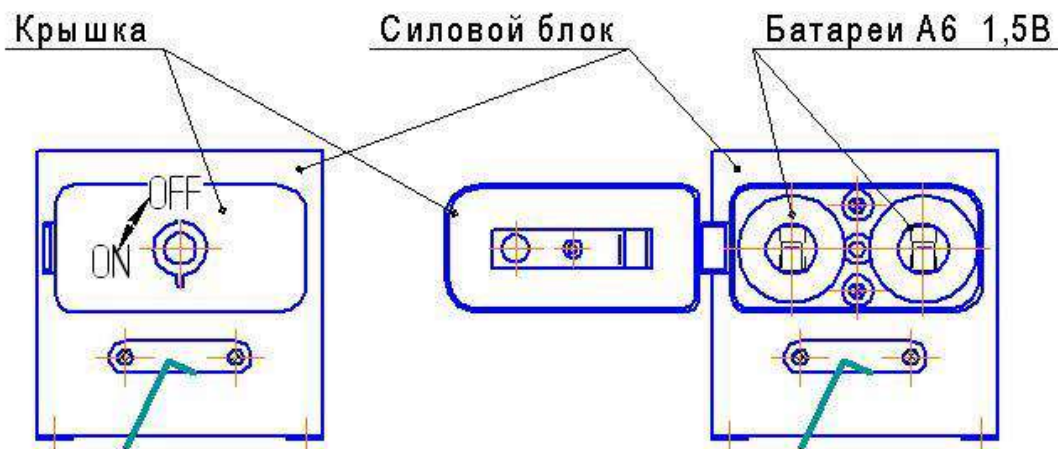

Рис.9 Установка элементов резервного питания силового блока САБК-Э.34.00.000.
7.4.2 Установите элементы резервного питания в силовой блок с обеспечением полярности согласно схемы на рис. 9, открыв крышку в нижней части силового блока рис. 9. Подсоедините штекер сетевого блока питания* поз.1 к правому разъёму силового блока (рис.10). Вставьте сетевой блок питания в сеть ~ 220В, 50Гц.